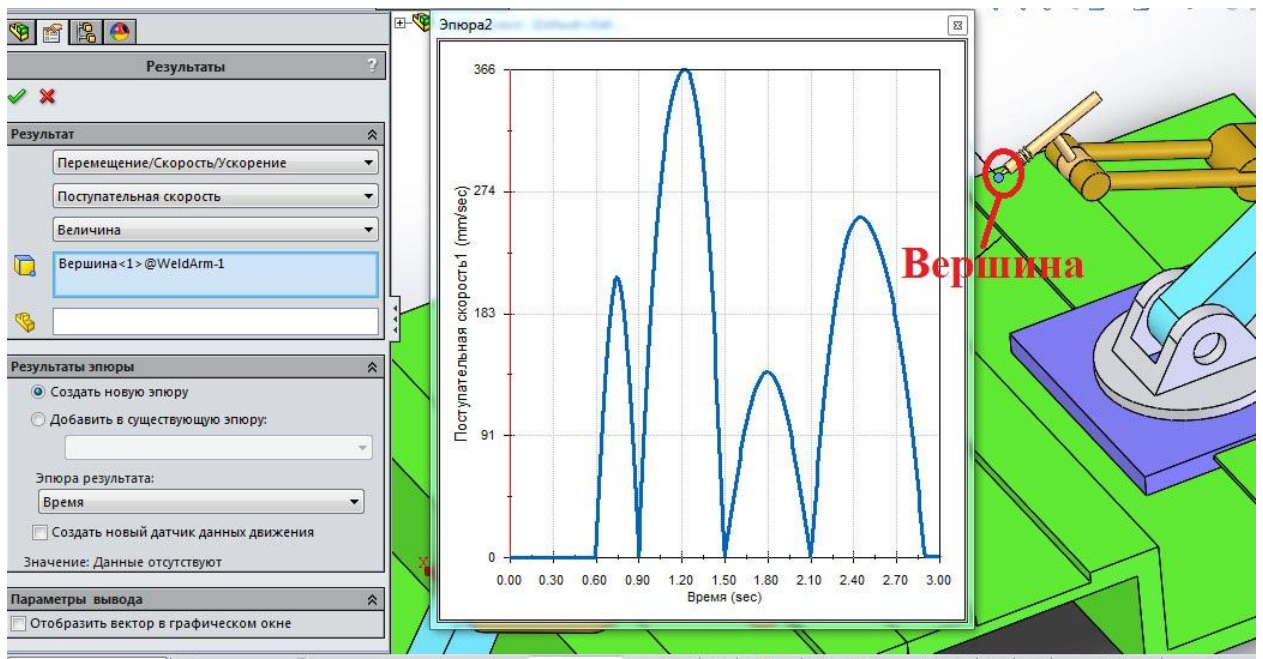

Рис. 18. Епюра зміни швидкості
- b. Виберіть вершину конічної частини електроду, як показано на рис. 18.